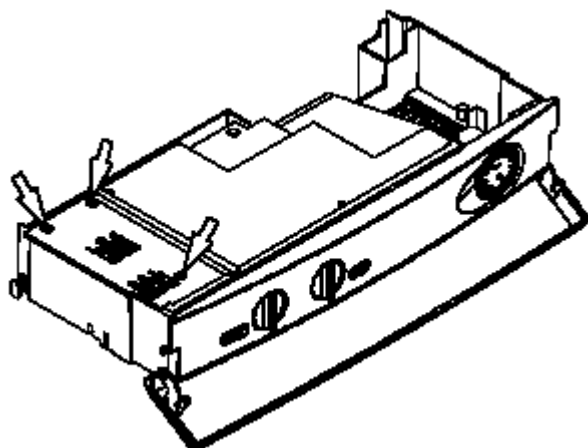

Fig. 8.1.
6. Desapertar os parafusos e retirar a tampa da régua de ligações, fig. 8.1.